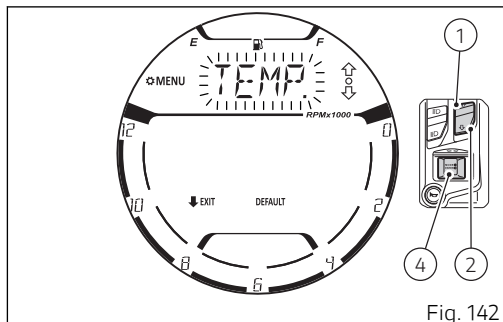
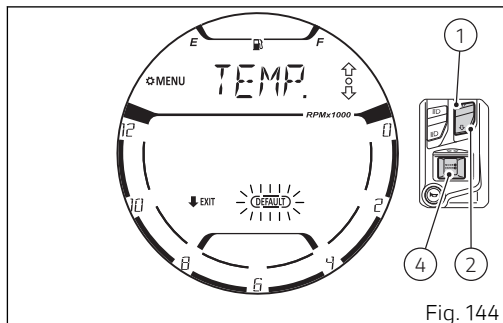

Fig. 142
Fig. 144
Cada vez que se presiona el pulsador (1) o el pulsador (2) el salpicadero visualiza de manera parpadeante y progresiva, la configuración "TEMP." (Fig. 142), el borde de la inscripción "DEFAULT" (Fig. 144) para luego volver al valor "SPEED" (Fig. 139) parpadeante.
Mediante los pulsadores (1) y (2) seleccionar el valor parpadeante "TEMP." (Fig. 142) y presionar el pulsador (4).
En alternativa con los pulsadores (1) y (2) es posible seleccionar la unidad de medida deseada haciéndola parpadear. Presionar el pulsador (4) para confirmar. Luego el display vuelve a visualizar la inscripción "TEMP." parpadeante (Fig. 142).
Mediante los pulsadores (1) y (2) seleccionar la indicación "DEFAULT" con borde parpadeante (Fig. 144) y presionar el pulsador (4).